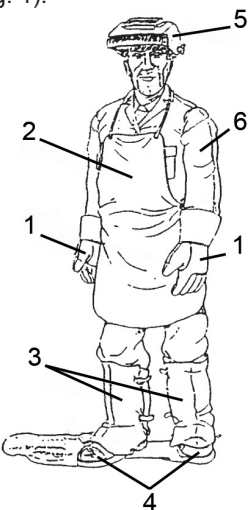

Fig.1
• Os operadores e seus assistentes devem proteger o seu próprio corpo vestindo de forma protegida, fechada e não inflamável, sem bolsos ou dobras. Qualquer vestígio de óleo ou gordura devem ser retirados de toda a vestimenta antes de usar-las. Use só vestimenta com o símbolo CE e adequado para a soldadura a arco (Fig. 1):